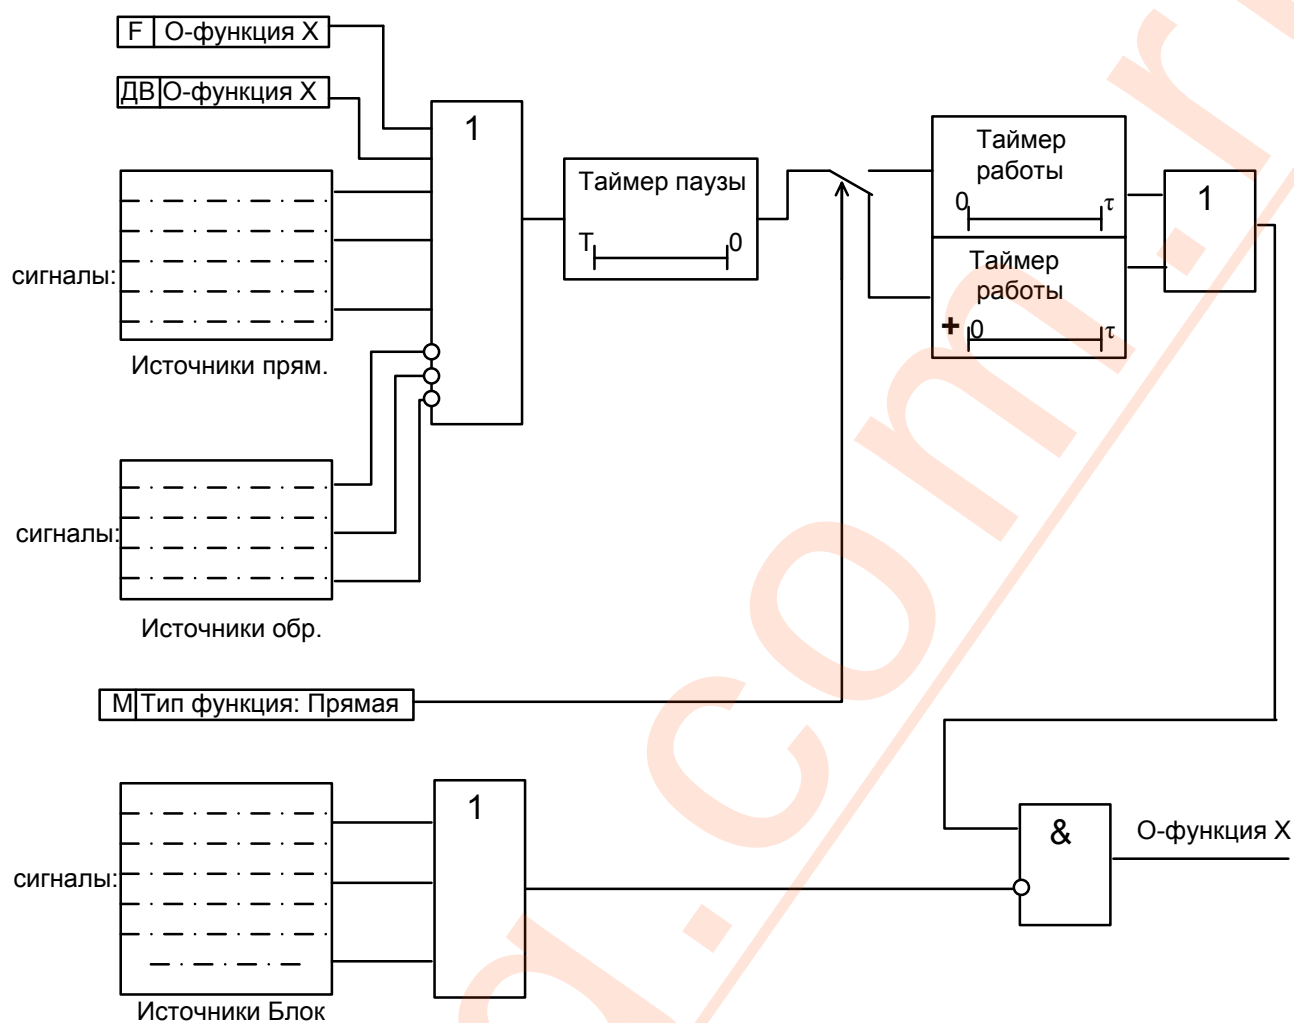

Рис. 21 Функциональная схема блока определяемой функции
2.5.9 Функциональная схема блока определяемой функции приведена на рис.21.